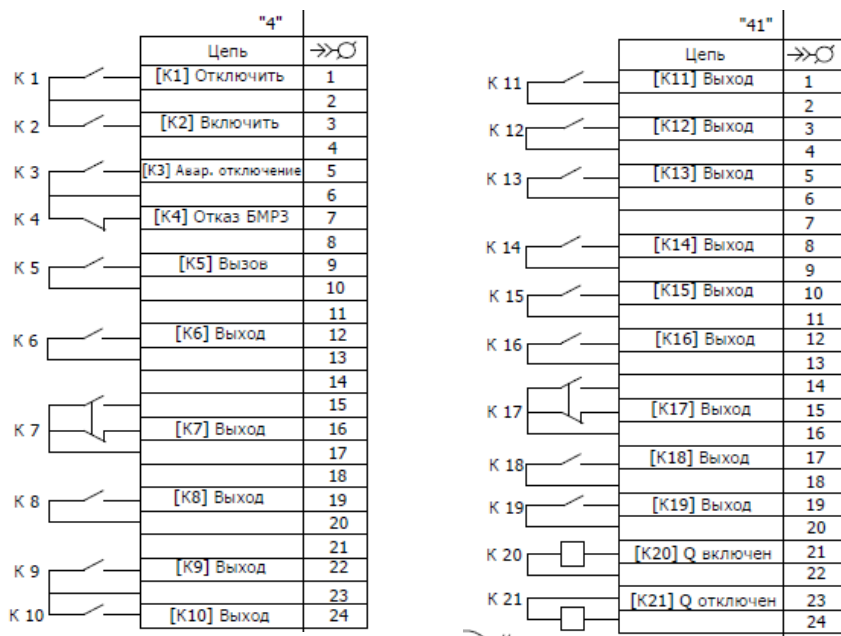

Рис. 1. Схема подключения
3. При помощи кнопок «ВВОД» и «ВНИЗ», осуществить проверку работоспособности каждого реле, при этом проверить замыкания реле (рис. 1) при помощи мультиметра.